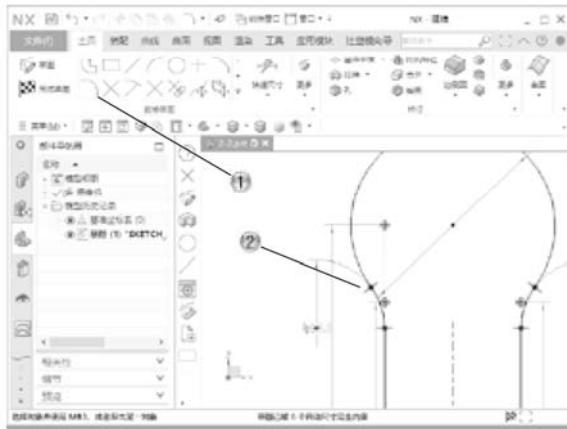

图 2-58
① 单击【主页】选项卡中的【圆角】按钮⌒，如图 2-58 所示。
② 在绘图区中，创建半径为 6 的圆角。